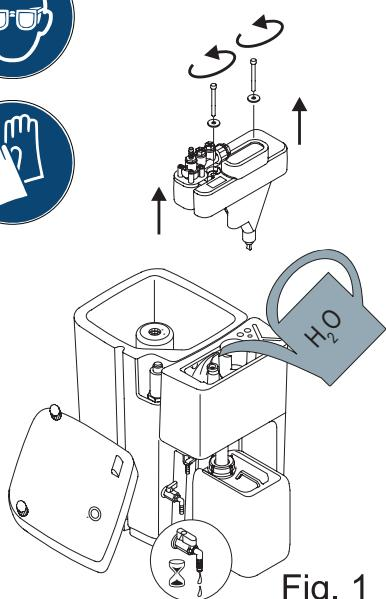

Fig. 1
- Wasser in Vorabscheider einfüllen (Fig. 1)
- Fill water into the pre-separator (Fig. 1)
- Verser de l'eau dans le préséparateur (Fig. 1)
- プリセパレータに水を注入します。 (図1)
- Filter o.k. (Fig. 1)
- The filter is O.K. (Fig. 1)